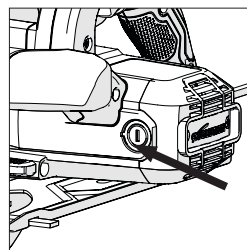

Abb. 17
- Entfernen Sie die Plastikklappen an der Rückseite des Motorgehäuses. (**Abb. 17**) Seien Sie vorsichtig, die Klappen sind federbelastet.